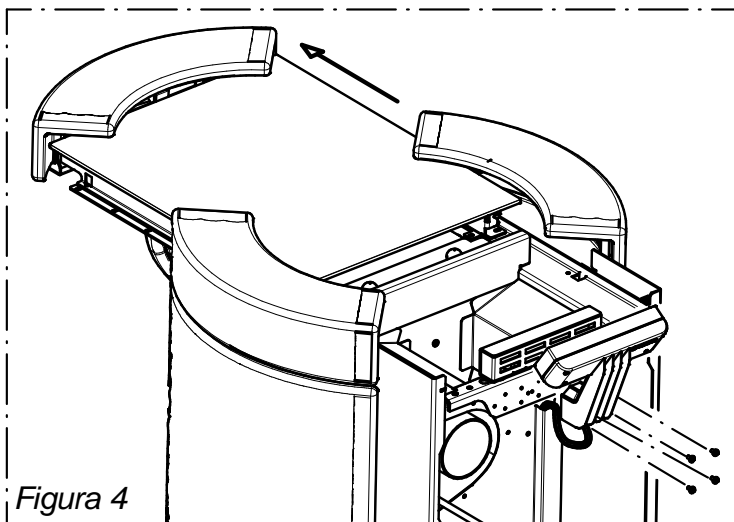

Figura 4
- Successivamente procedere al montaggio della ceramica (2↑) seguendo le indicazioni della Figura 4 ovvero deformando leggermente i fermi fino a che la ceramica risulta essere ben solidale.
- Estrarre il coperchio serbatoio (Figura 4).
- Togliere le 4 viti del pannello comandi (Figura 4).